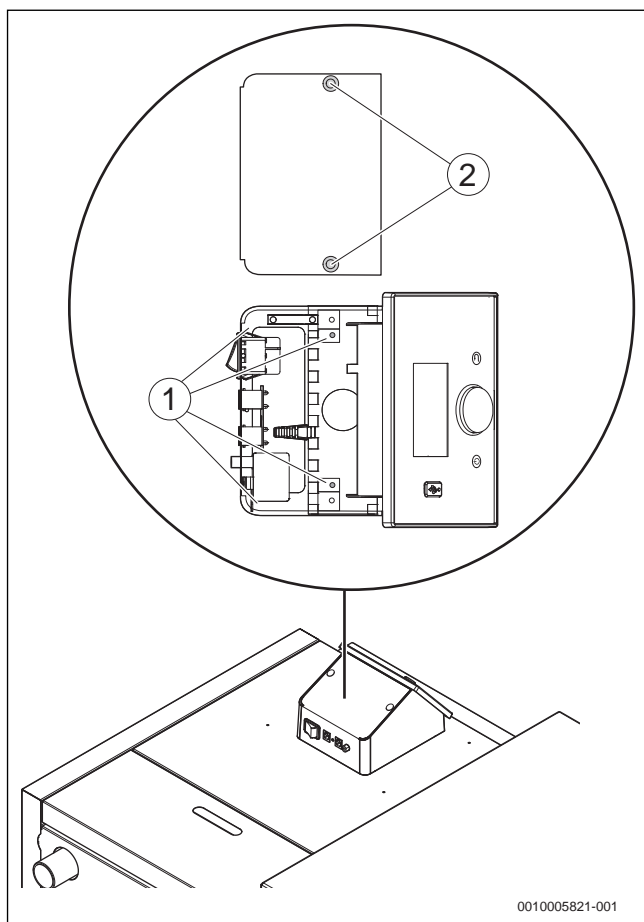

Рис. 30 Монтаж системы управления
- ▶ Снимите крышку системы управления (→ рис. 30).
- ▶ Установите систему управления на крышку котла и закрепите винтами (→рис. 30, [1]).
- ▶ Установите крышку системы управления после подключения всех проводов на систему управления и закрепите винтами (→рис. 30, [2]).